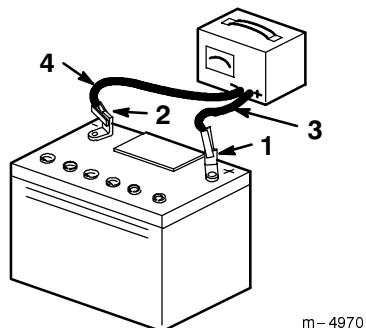

Bild 17
- Ziehen Sie, wenn die Batterie voll geladen ist, den Stecker des Ladegeräts aus der Dose. Klemmen Sie dann die Klemmen des Ladegeräts von den Batteriepolen ab (Bild 17).